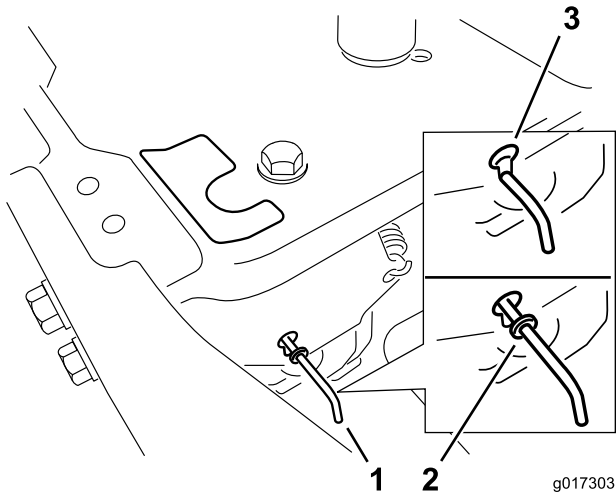

Figure 24
4. Déplacez les leviers de dérivation en avant à travers le trou de clavette et vers le bas pour les verrouiller en position (Figure 24).
Déplacez les leviers de dérivation en arrière à travers le trou de clavette et vers le bas pour les verrouiller en position, comme montré à la Figure 24.